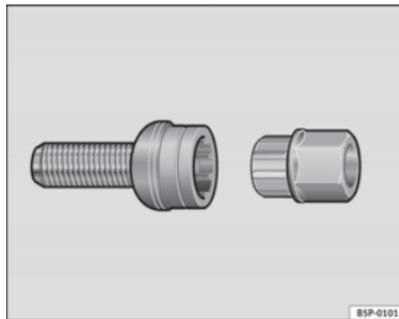

Abb. 174 Diebstahlhem-
- Setzen Sie den Adapter bis zum Anschlag in die diebstahlhemmende Radschraube ein ⇒ Seite 263, Abb. 174.